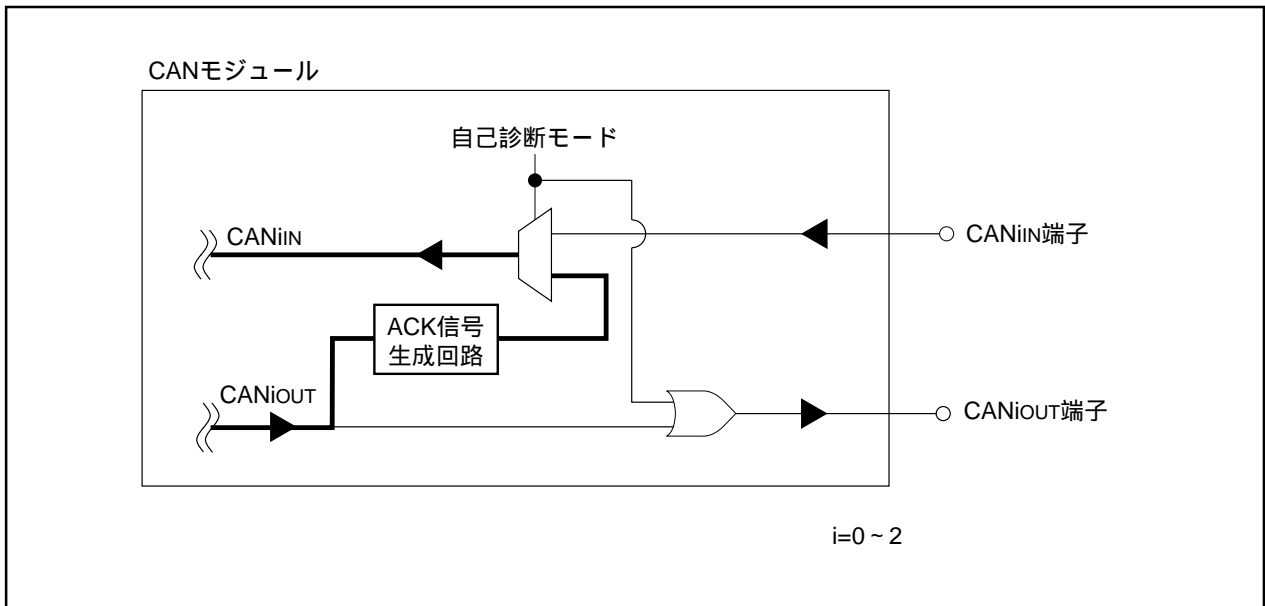

図22.19 自己診断モード(イメージ図)
- ・自己診断モード : CANモジュール内部で、CANiOUT-CANiIN端子を接続します。ループバックモードと組み合わせることでCAN単体で通信できます。自己診断モード時は、送信中もCANiOUT端子出力が“H”固定となります。図22.19に自己診断モード(イメージ図)を示します。